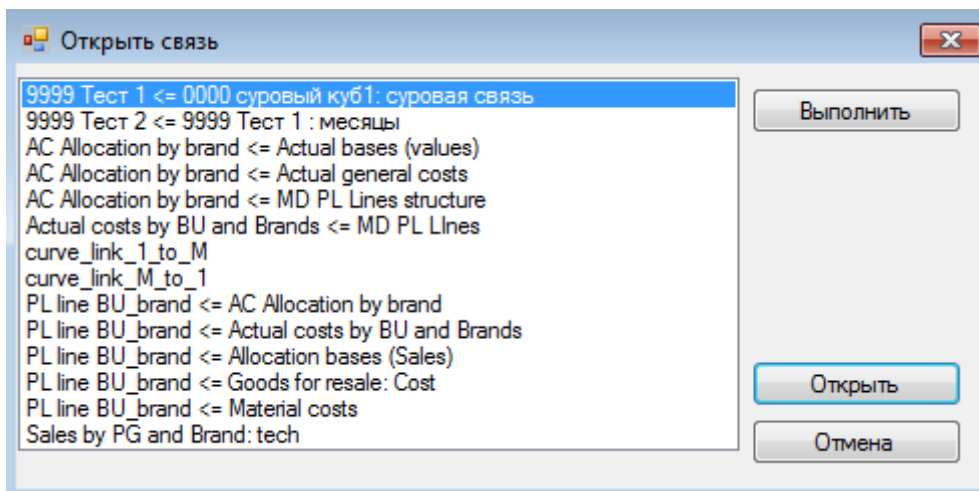

Рисунок 9. Окно выбора связи для открытия.
- Открыть связь – открывает диалоговое окно со списком связей, выбранную связь можно открыть для редактирования или выполнить (рисунок 9). Более подробно работа со связями описана в разделе *Связи*.